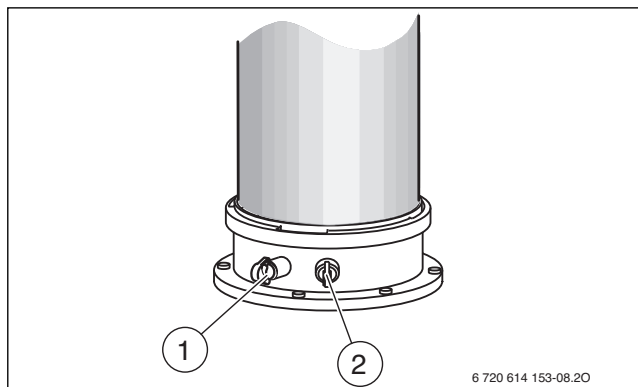

Fig. 37 Orificiul de măsurare a gazelor arse și orificiul de măsurare a aerului de ardere
- ▶ Îndepărtați dopurile de la orificiul de măsurare a gazelor arse [1] (→ Fig. 37).